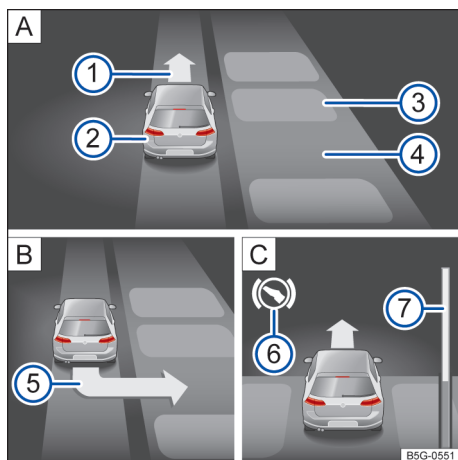

Fig. 135 No display do instrumento combinado: estacionar lado a lado. [A] Procurar uma vaga de estacionamento. [B] Posição para estacionar. [C] Manobrar.
- Estacione ao aparecer no display do instrumento combinado a indicação de estacionamento → Fig. 135 → Página 183.
Legenda da Fig. 135 (modo de estacionamento lado a lado com marcha à ré):
- Freie quando soar um alarme sonoro indicando para mudar de direção, acender a seta → Fig. 135  [A], acender o símbolo branco  ou mostrar uma mensagem.